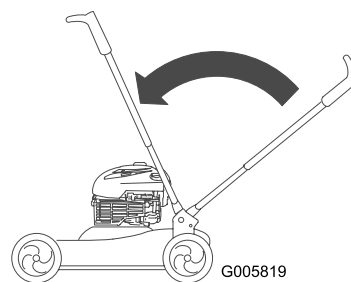

Figura 23
3. Sollevare la stegola in posizione verticale (Figura 23).